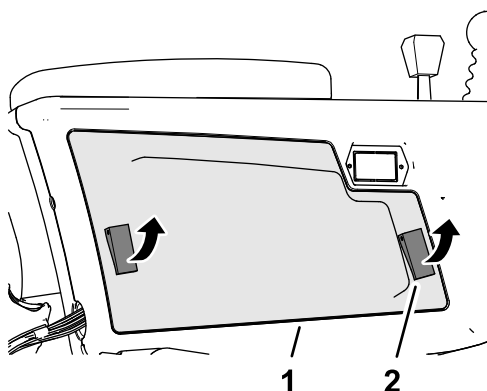

Bild 99
- Öffnen Sie die beiden Verriegelungen, mit denen die Steuerarmabdeckung am Steuerarm befestigt ist, und entfernen Sie die Abdeckung (Bild 99).